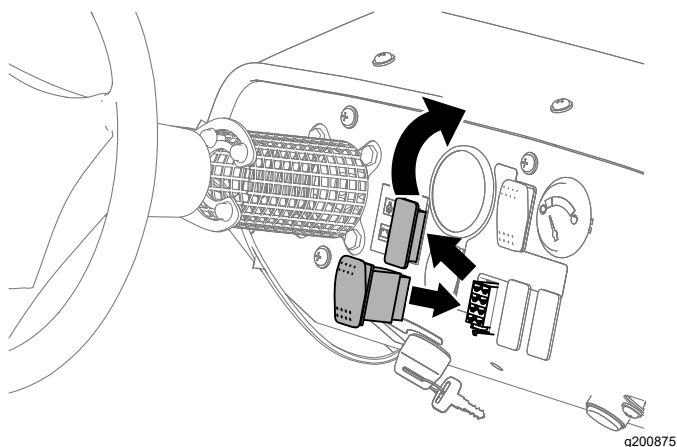

Figura 26
1. Rimuovete la spina presente nel cruscotto della macchina (Figura 26).
3. Montate l'interruttore nel cruscotto e premetelo fino a quando non scatta in posizione nell'apertura (Figura 26).